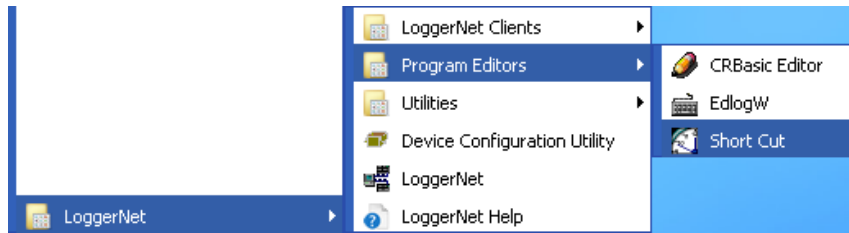

Figura 18. Ejecución del editor de programa “short cut” por medio del menu “inicio”
PASO 1. EJECUCION DEL EDITOR DE PROGRAMA “SHORT CUT”. Para ejecutar lo se puede realizar de dos maneras: una es por medio del menú “Inicio”, buscamos y abrimos la carpeta “LoggerNet”, dentro de esta carpeta buscamos y abrimos la carpeta “Program Editors”, posteriormente buscamos el icono del editor “Short Cut”, como se muestra en la Figura 18.